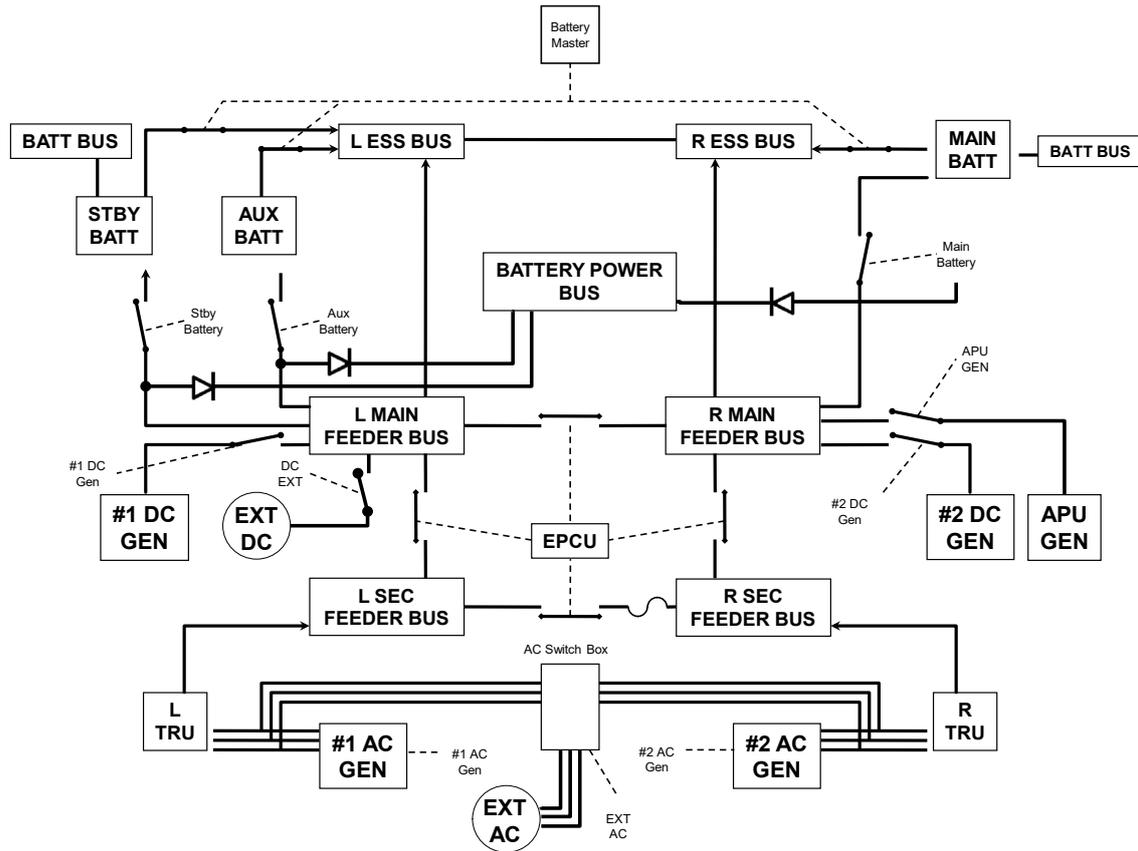

Figura 7.3. Diagrama del sistema eléctrico
El sistema eléctrico (ver figura 7.3.) consiste en un circuito de corriente alterna (AC) y otro de corriente continua (DC).